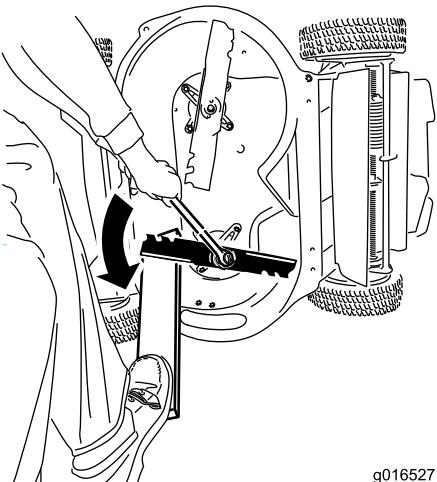

Bild 43
- Halten Sie jedes Messer mit einem Holzblock fest und drehen Sie die Messerschraube nach links, wie in Bild 43 dargestellt.